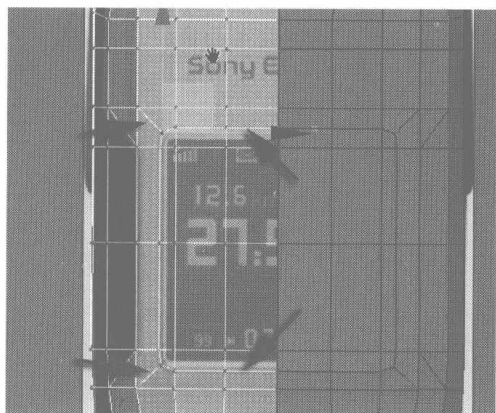
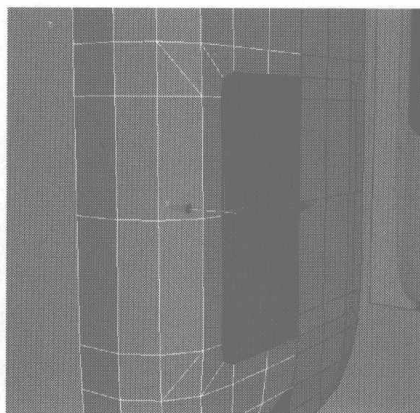

图 4.52
图 4.53
- 11 在Front视图中显示屏幕的边框上分别添加如图4.52所示的细分线,然后切换为面编辑,选择如图4.53所示的面,在Edit Geometry 卷展栏中单击 **Make Planar** 按钮,将选择的面平面化。